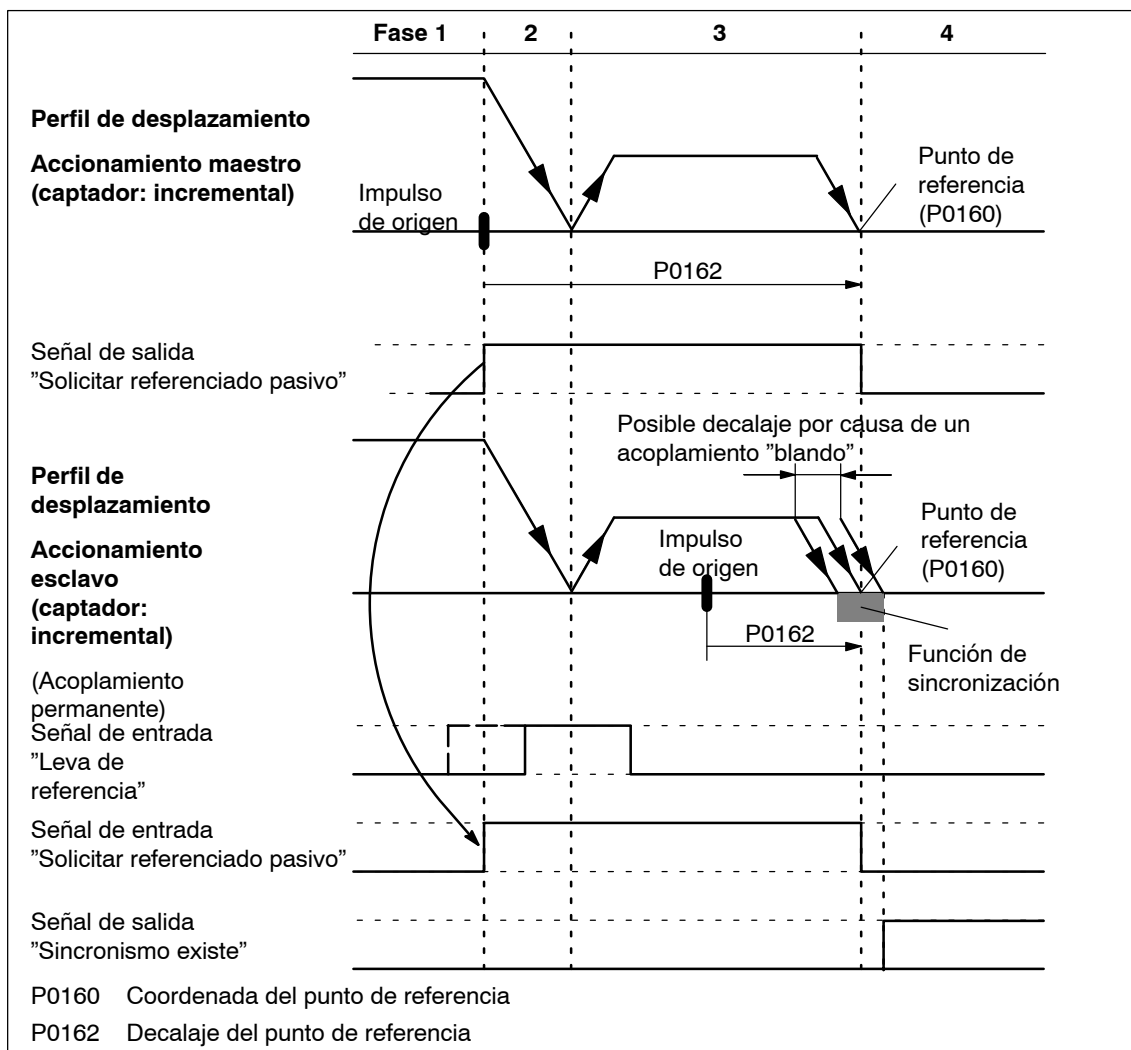

Fig. 6-39 Secuencia en el referenciado pasivo (accionamiento maestro y esclavo con captador incremental)
1. Ejecutar el referenciado pasivo como de costumbre (fig. 6-39).